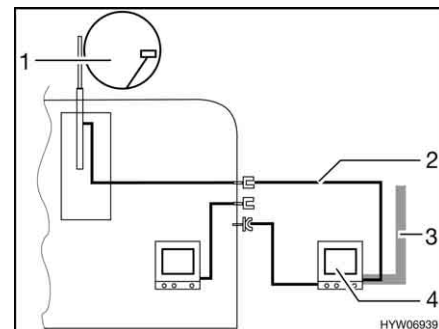

Fig. 177 TV en el área bajo el toldo
- TV en el área bajo el toldo (Fig. 177,4): Conexión a la antena del techo (Fig. 177,1) con el cable de conexión (Fig. 177,2)
- TV en el área bajo el toldo (Fig. 177,4): Conexión a antena externa (Fig. 177,3)